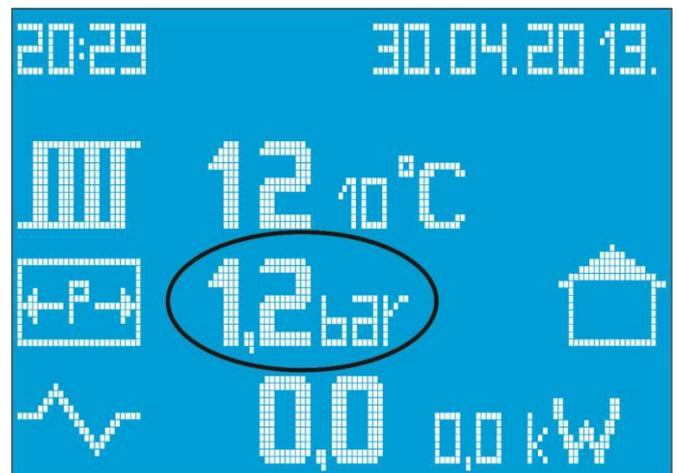
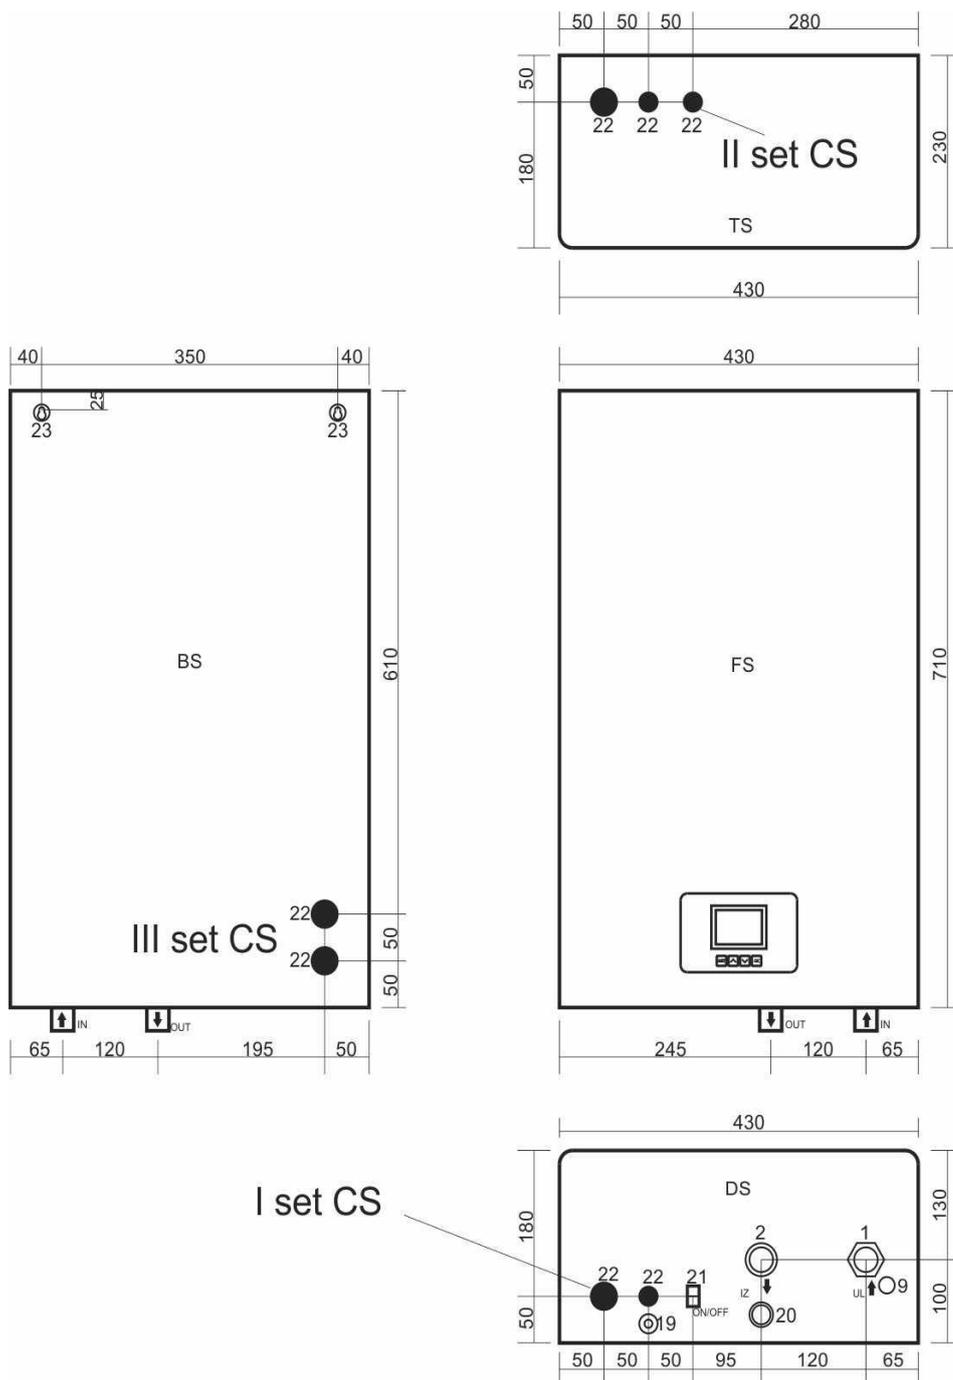

Figure 5 Écran avec la pression affichée
Figure 6 Illustration des emplacements de raccordement de l'alimentation
- Purger la chaudière par la vanne de purge (fig. 5 et fig. 6).
I emplacement (principal) situé sur le côté inférieur de l'appareil sur la plaque inférieure du coin gauche (voir figure 6). Prévu pour le raccordement de l'appareil lorsque le câble d'alimentation arrive par le bas de l'appareil
II emplacement situé sur le côté supérieur de la chaudière également dans le coin gauche (voir figure 6). Prévu pour le raccordement de l'appareil lorsque le câble d'alimentation arrive par le haut de l'appareil.
III emplacement situé à l'intérieur de l'appareil sur la face arrière, lorsque le câble d'alimentation a été au préalable installé dans le mur. Il permet le raccordement direct du câble d'alimentation à travers deux ouvertures de diamètre 28 mm sur l'appareil. Ce raccordement présente un avantage esthétique car les câbles ne sont pas visibles (voir figure 6).